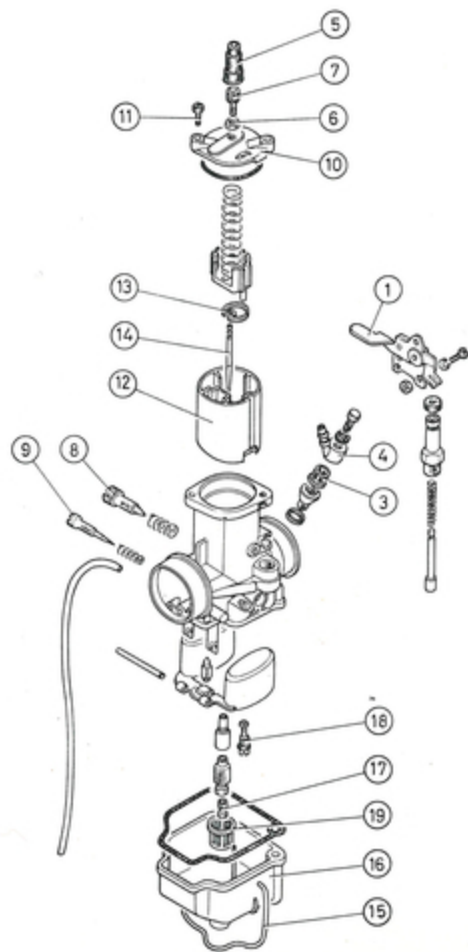

Fig. 12
Fig. 12 bis
2. **Limpieza del filtro de entrada de gasolina.** Por la parte derecha del carburador, desmontar el record de entrada (4, figs. 12 y 12 bis) usando una llave de 13 mm. Extraer el filtro y limpiar con gasolina y aire. Volver a montar y fijar al carburador.
2. Nettoyage du filtre d'entrée de l'essence. Du côté droit du carburateur, démonter le raccord d'entrée d'essence (4, figs. 12 y 12 bis), en utilisant une clé de 13 mm. Extraire le filtre et le nettoyer à l'essence et à l'air. Le remonter et le fixer dans le carburateur.
2. Cleaning the Carburetor Fuel Filter. From the right of carburetor remove the inlet fitting (4, figs. 12 and 12 bis) with a 3 mm wrench. Remove the filter screen and wash in gasoline and dry with compressed air. Reassemble and refit to the carburetor.